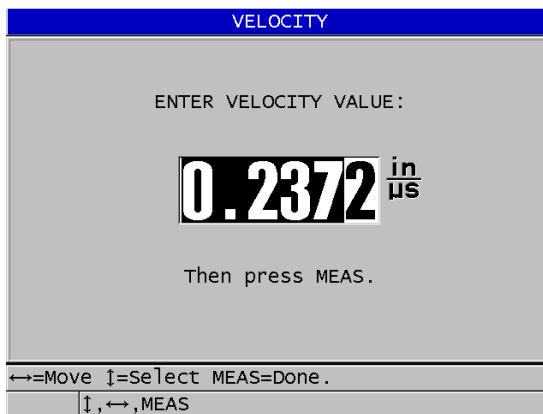

Figura 5-7 Inserir a velocidade conhecida de som de um material
2. Na tela **VELOCITY** (**VELOCIDADE**) (consulte Figura 5-7 na página 90), use as teclas de seta para editar a velocidade para o valor conhecido.